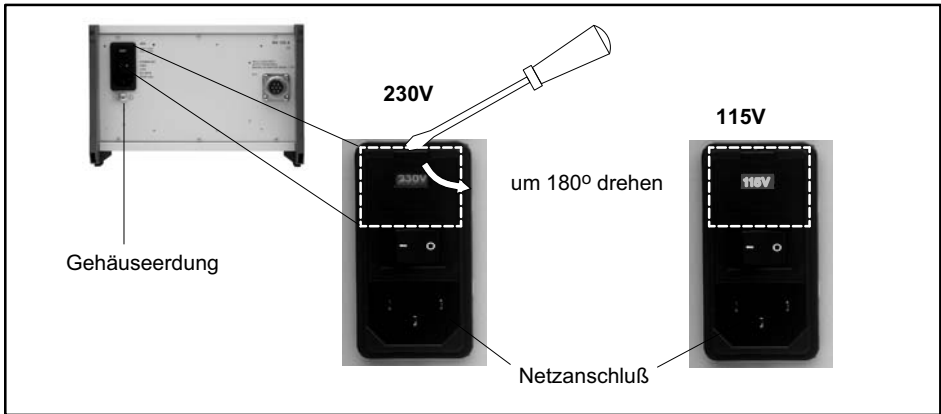

Abb. 3.1 Netzspannung umschalten
- Prüfen Sie, ob die richtige Netzspannung eingestellt ist (siehe Abb. 3.1)